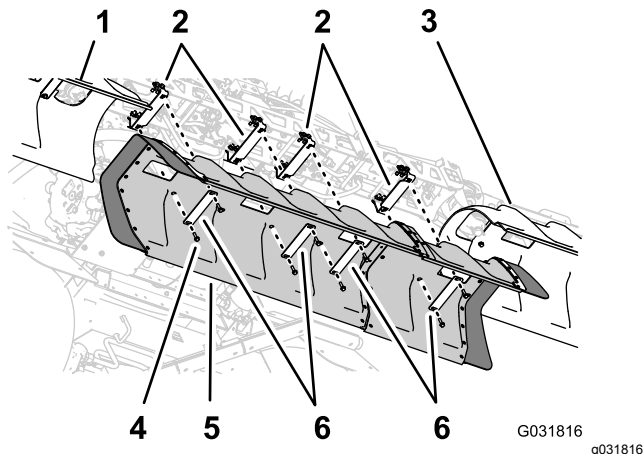

図 151
1. センターブームカバーの穴を、サポートブラケットにある取り付け用の穴に合わせる 図 151。
2. ステップ 16 カバー付きブームキットオプションのセンターセクションカバー11ノズルを外す (ページ 18) で取り外した2本のカバーストラップの穴を、ゴム製カバーと補強版1列穴の穴を、カバーエクステンションの穴に合わせる 図 151。
4. 2本のカバーストラップ Toro P/N 120-0629 の穴を、カバーにある残り4つの穴とサポートブラケットにある残り4つの穴に合わせる 図 151。
5. カバーストラップとカバーを、サポートブラケットに取り付ける 図 151 フランジヘッドボルト 5/16" x 1¼", Toro P/N 323-364 本を使用する。